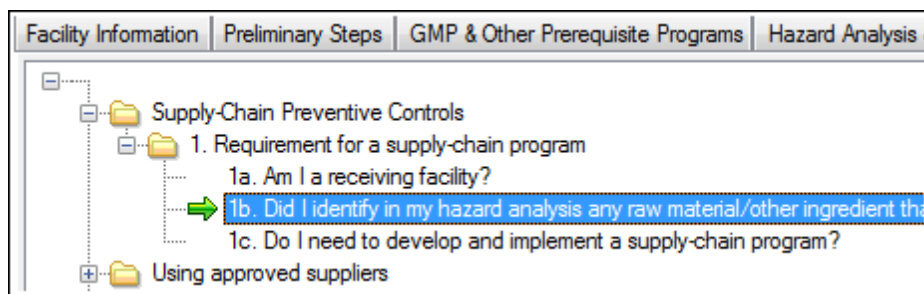

図63: サプライチェーン・プログラムの要件
*注: 一社または複数のサプライヤーを追加できる(図63)。